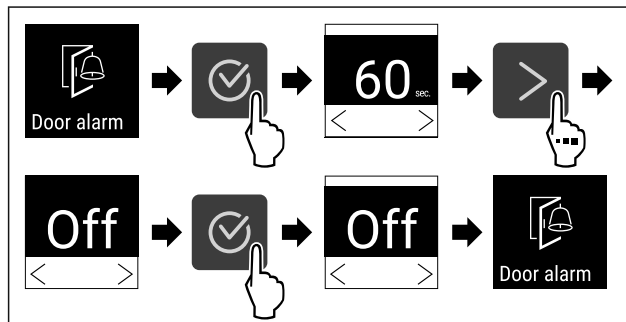

Fig. 89
- ▶ Izvedite zahtevane korake (glejte Fig. 89) .